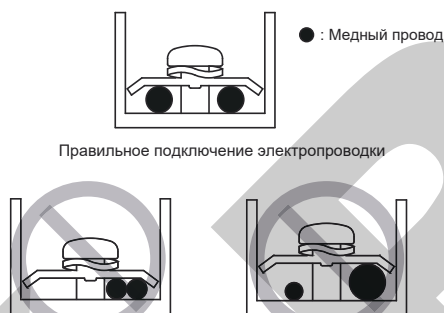

Рисунок 9.2
- Не подключайте два кабеля питания разного диаметра к одной и той же клемме источника питания (это может привести к перегреву проводов из-за слабой проводки) (см. Рисунок 9.2).